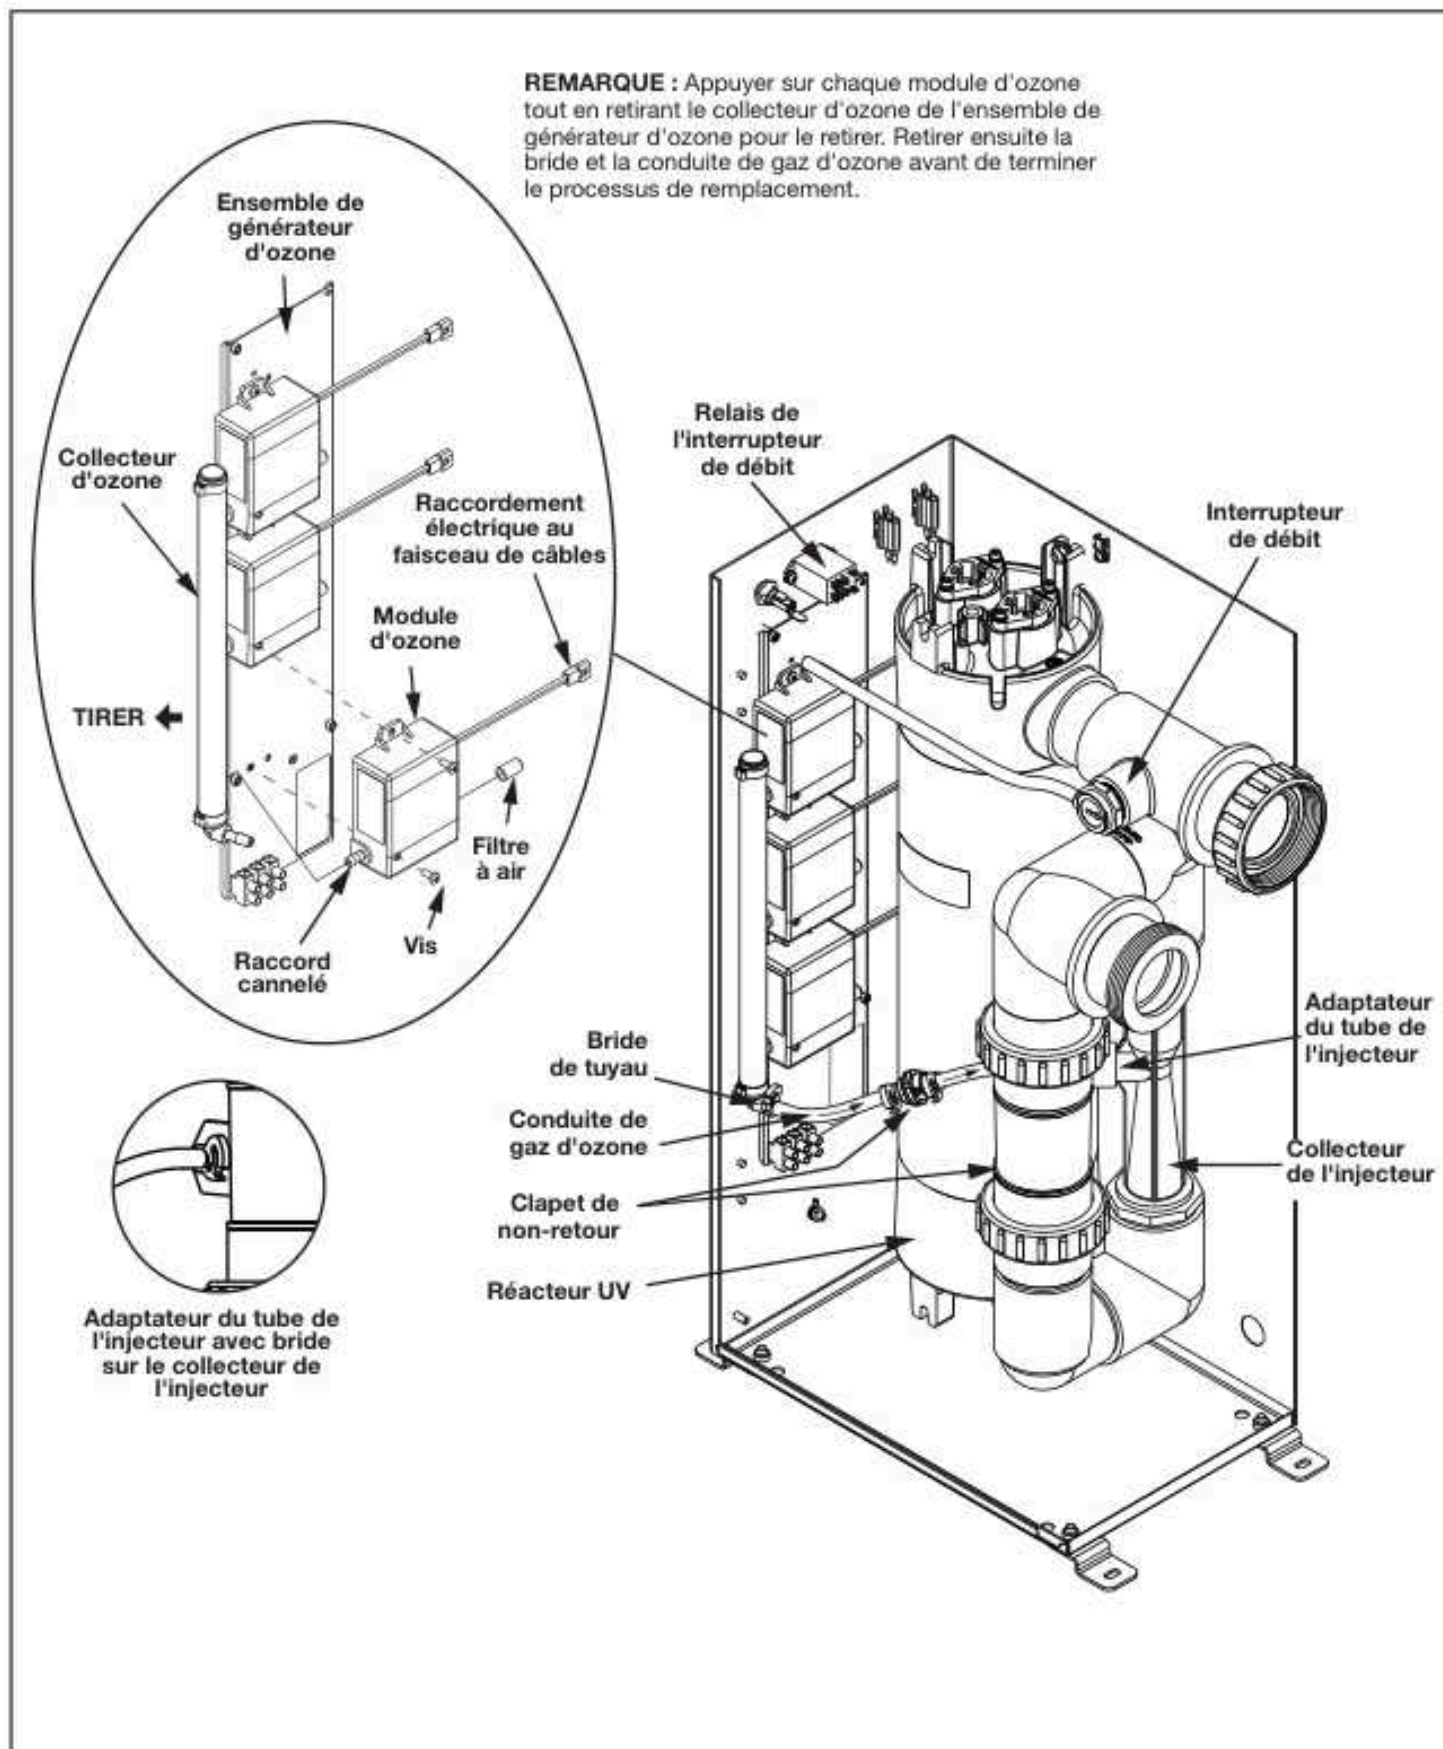

Figure 4. Vue de l'ensemble électromécanique du système JAOPX500
L'air entrant dans les modules d'ozone passe par des filtres individuels situés sur l'entrée de chaque module. Les filtres sont maintenus en place par le capuchon de filtre en caoutchouc. (Se reporter à la Figure 4 pour obtenir une vue plus détaillée.)
4. Tenir chaque module d'une main tout en retirant l'ensemble de collecteur d'ozone du raccord cannelé jusqu'à ce qu'il soit complètement débranché de l'ensemble de générateur d'ozone et le mettre de côté. Voir la Figure 4.
- Repérer les modules d'ozone sur la paroi gauche du boîtier. Voir la Figure 4.
- Retirer les deux (2) vis qui fixent le module d'ozone au support de montage à l'aide d'un tournevis cruciforme.
- Pousser le nouveau module d'ozone dans le collecteur de sortie d'ozone et le fixer à l'aide des deux (2) vis précédemment retirées.
L'adaptateur du tube de l'injecteur raccorde les tuyaux d'ozone au collecteur de l'injecteur. Voir le petit injecteur sur la Figure 4.
Le gaz provenant du module d'ozone est aspiré par l'injecteur à travers la conduite de gaz d'ozone puis introduit dans l'eau. Le clapet de non-retour de l'ozone situé dans cette conduite empêche l'eau de migrer vers le module d'ozone lorsque le système est hors tension. Voir la Figure 4.
- Orienter la conduite de gaz d'ozone comme indiqué sur la Figure 4 (noter le sens du débit), en s'assurant que le gaz s'écoule vers le collecteur de l'injecteur. Rebrancher sur les raccords cannelés d'air de l'adaptateur du tube de l'injecteur du côté droit et le raccord cannelé de sortie d'ozone du collecteur de sortie d'ozone du côté gauche du système Jandy AOP. Utiliser des pinces pour fixer tous les colliers précédemment retirés ou desserrés.